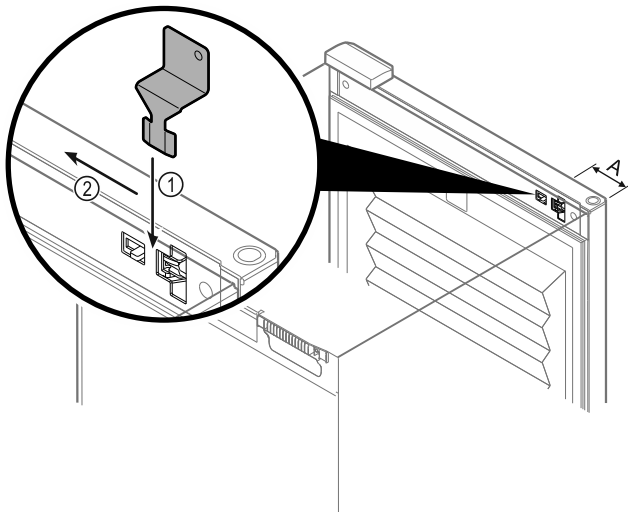

Fig. 218
- ▶ Розмістити ключ аварійного розблокування на заданому місці Fig. 218 (A) \approx 100 мм.
- ▶ Вставити ключ аварійного розблокування між дверми та корпусом пристрою зверху до упору Fig. 218 (1).
- ▶ Потягнути ключ аварійного розблокування у напрямку сторони шарніра Fig. 218 (2).